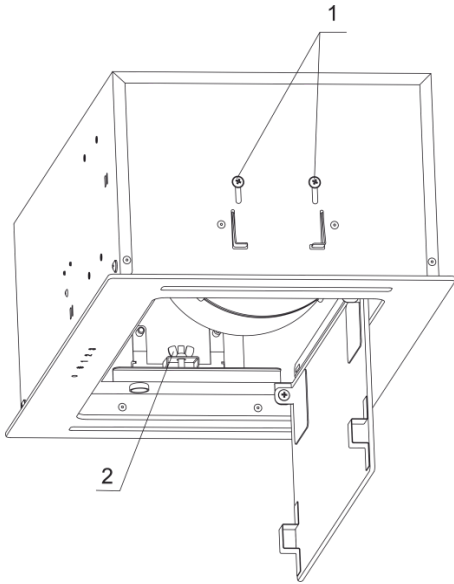

Рис.5
6.5.1 Викруткою, відпустіть з обох сторін на 0,5 оберту чотири гвинти (позиція 1 рис.5). Після цього відкрийте внутрішнє скло і витягніть жироуловлюючий алюмінієвий фільтр.
6.5.2 Рукою, по обидва боки, відкрутіть на 5 обертів (повністю не відкручувати) гайку баракову (позиція 2 рис.5).
6.5.3 Вставте витяжку в прорізаний прямокутний отвір, злегка натиснувши пружні зажими. Рукою, по обидва боки, закрутіть гайку барашкову (позиція 2 рис.5) до повного прилягання витяжки до дна нижньої полиці навісний меблевої шафи.